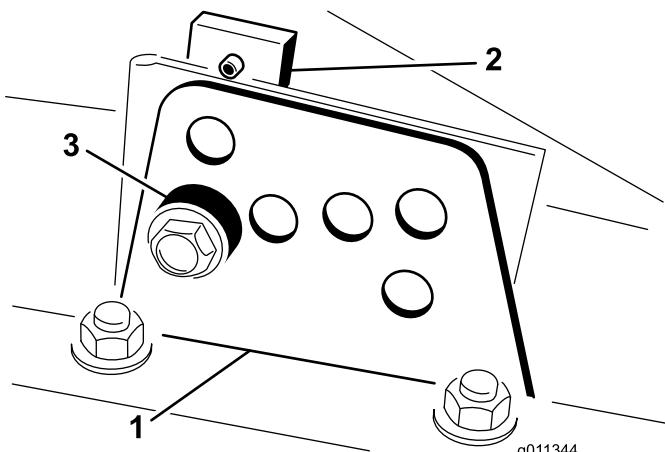

図 3
2. 各刈り高ブラケットを刈り高プレート（前と右と左）に固定しているボルトをゆるめる（図 3）。
4. チェンバを支えておきながらスペーサを取り外す（図 3）。